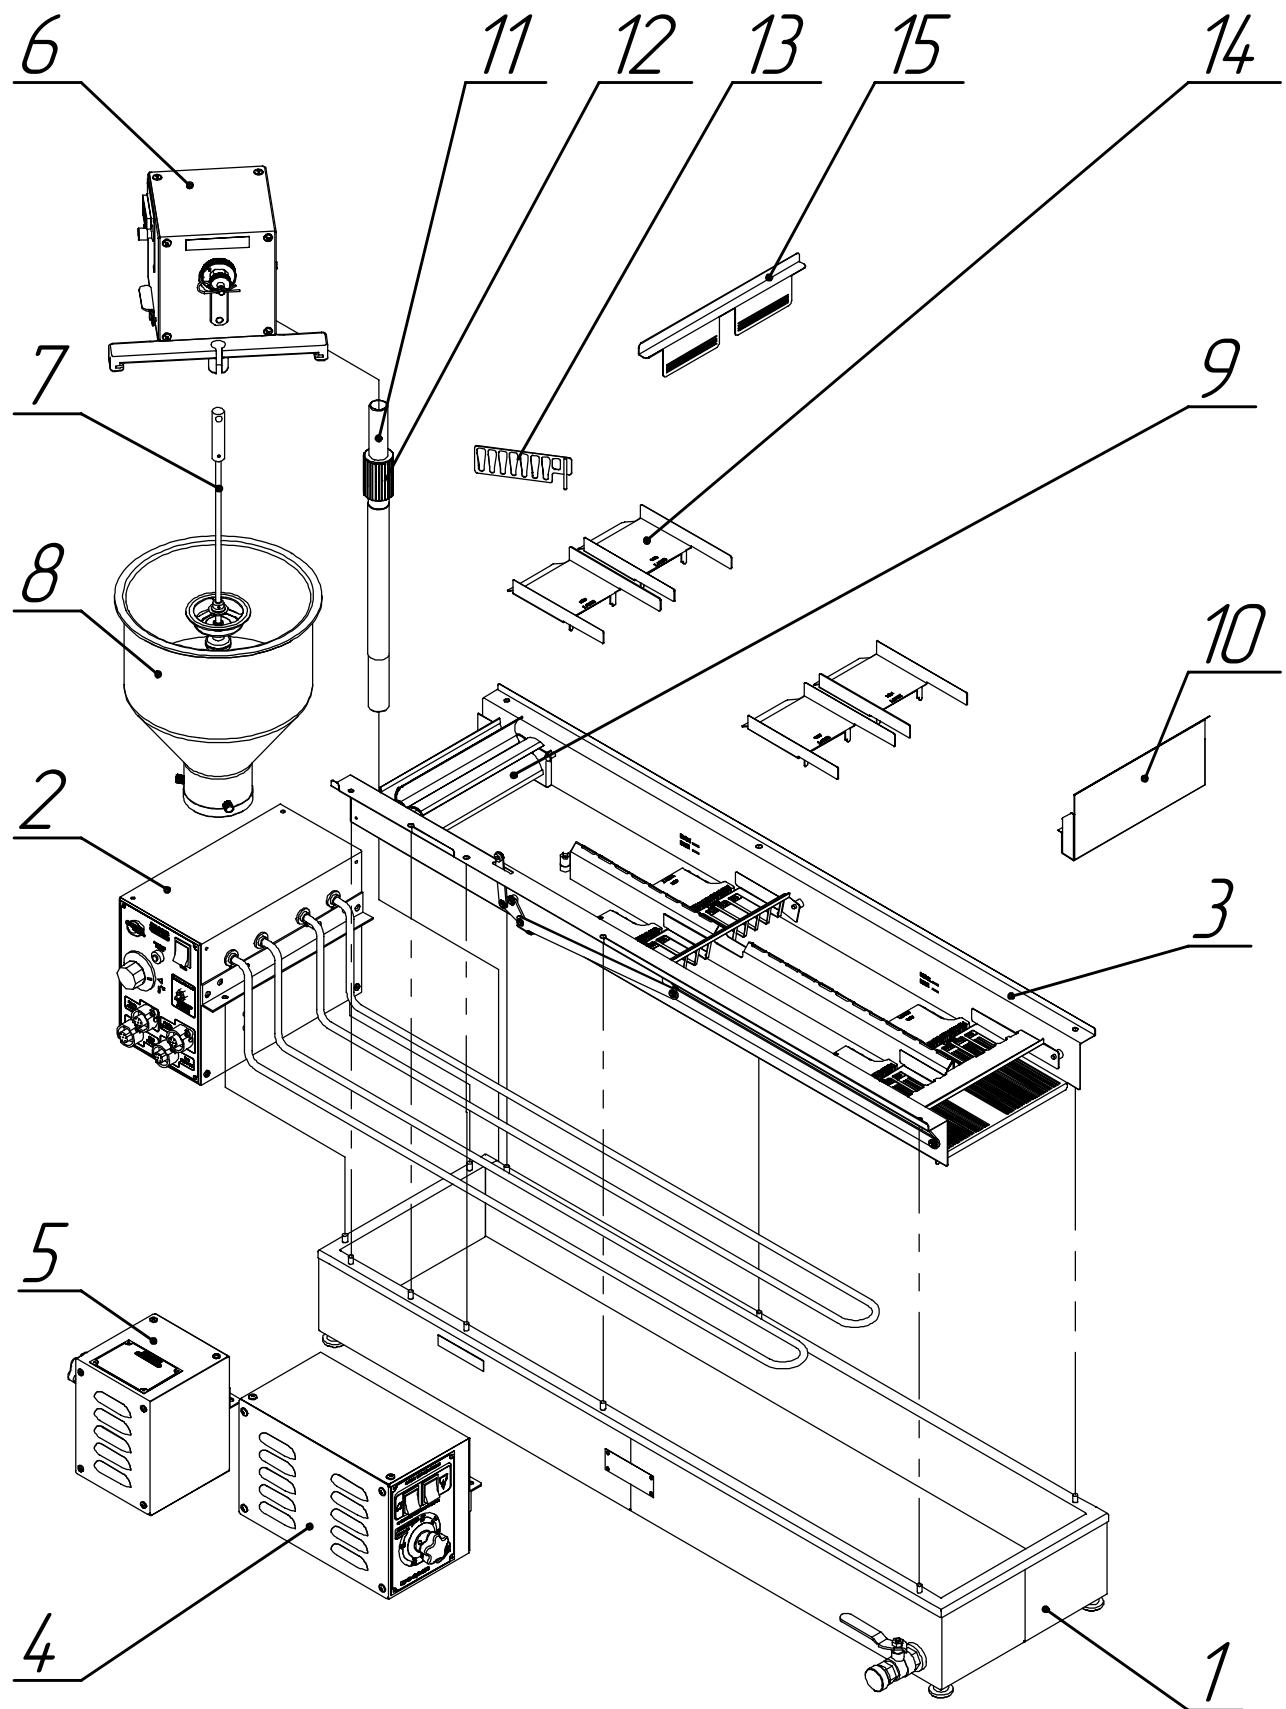

Рис. 1
Автомат пончиковый ПРФ-11/2400 состоит из следующих частей (рис.1):
Автоматическое формование пончиковых заготовок осуществляется дозатором, состоящий из бункера для теста (8) (рис.1), электромеханического привода (6) и поршня (7), который выдавливает из бункера тестовую заготовку в форме пончика в жарочный бак (1). Массу пончика можно регулировать механизмом регулировки массы, который находится на выходном валу привода дозатора.